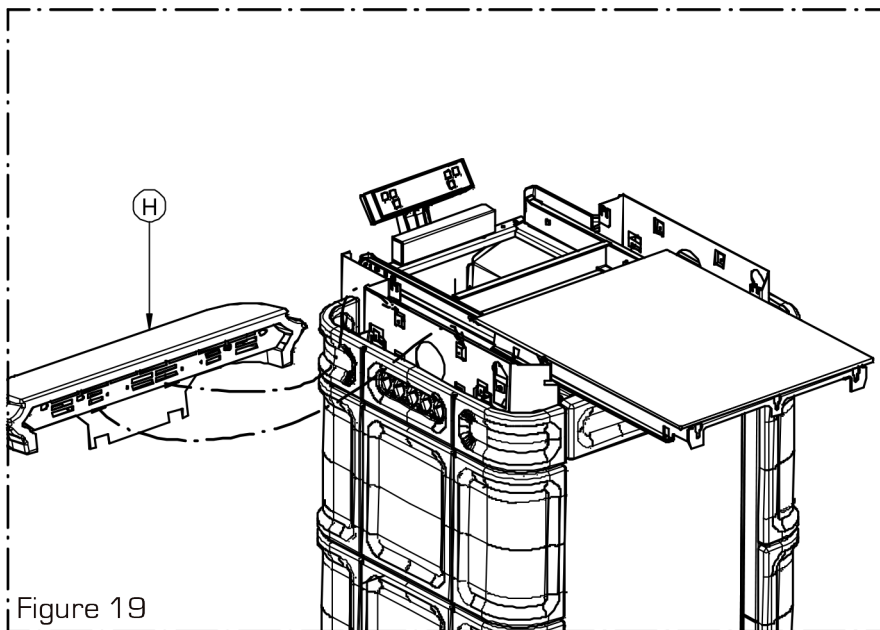

Figure 19
- Fixer les céramiques latérales supérieures H et I avec les vis AW (Figures 19, 20 et 21)